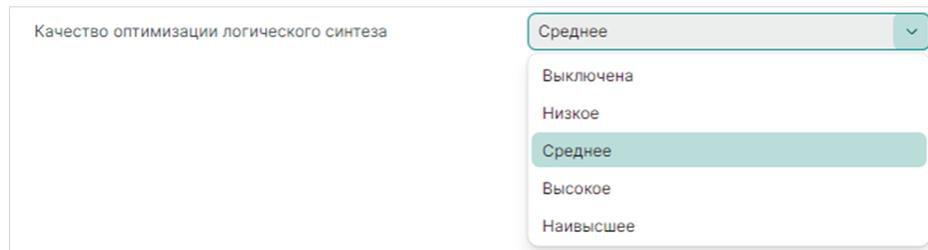

Рис. 113 Выбор качества оптимизации логического синтеза
- «Качество оптимизации логического синтеза» – выбор качества оптимизации логического синтеза, см. Рис. 113.